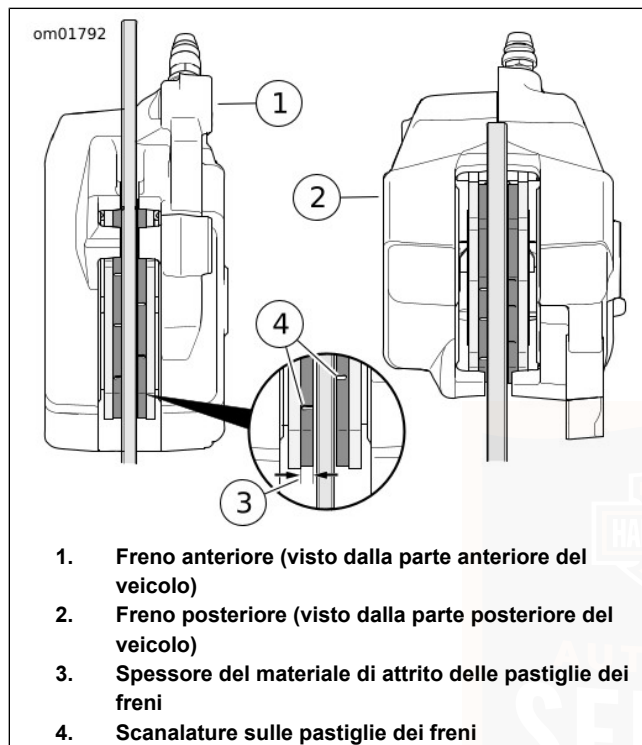

Figura 80. Materiale di attrito della pastiglia del freno
1. Vedere Figura 80. Controllare il disco del freno mentre gira. Il disco deve essere centrato nella pinza del freno.